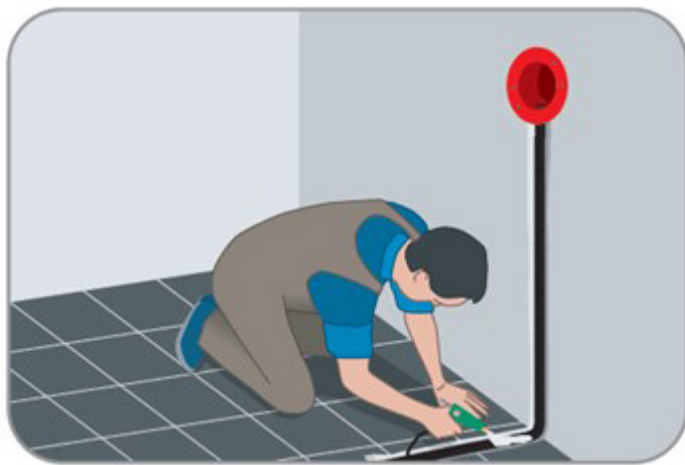

图 7 – 在地面封填混凝土、瓷砖胶或类似物料
6. 将混凝土、瓷砖胶或类似物料倒入地面上安装了 Flexpipe 的位置 (图 7)